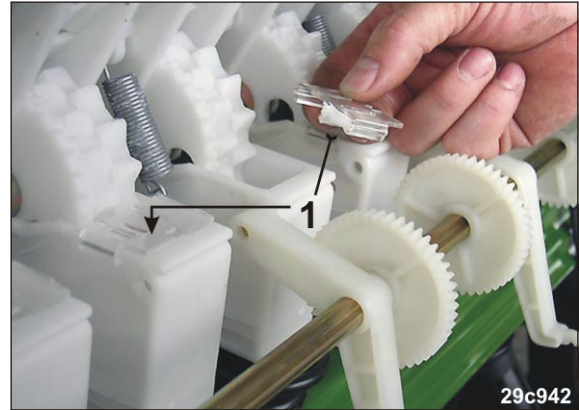

Рис. 246
2. Виберіть нові висівальні катушки технологічної колії, надягнувши щітки висівальних катушок для дрібнонасіньових (Рис. 246/1) на нові висівальні коробки технологічної колії.